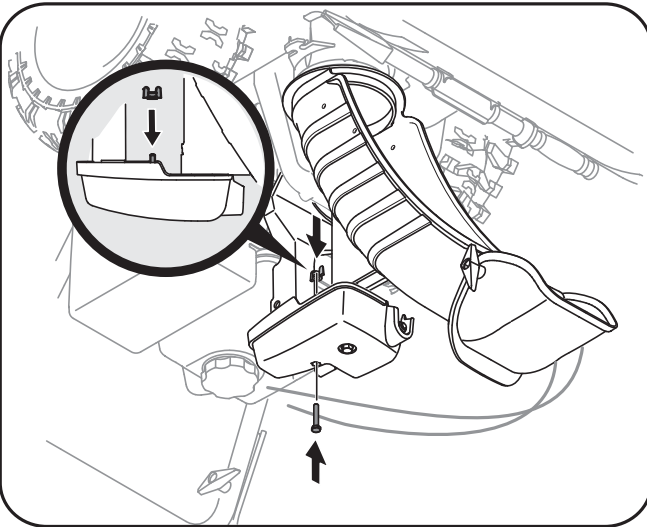

Figure 3-5
- Continuez l'installation de la goulotte sur son support avec l'écrou à oreille et la vis hex. retirez plus tôt. Voir la Fig. 3-5.